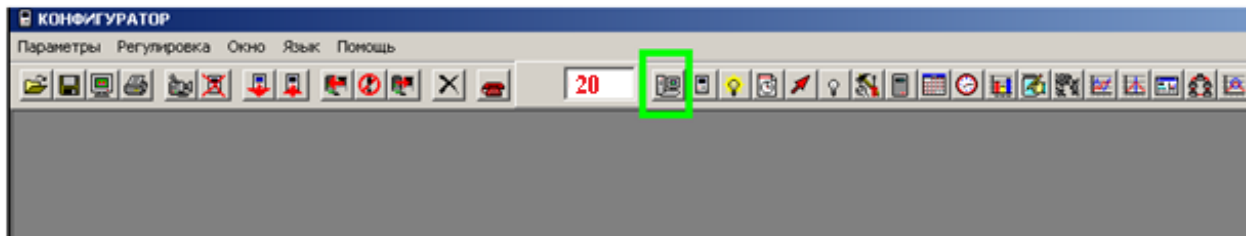

Рисунок 5.5 – Кнопка Параметры соединения
5.2.1 Нажать кнопку  **Параметры соединения** на панели инструментов (см. рисунок 5.5).